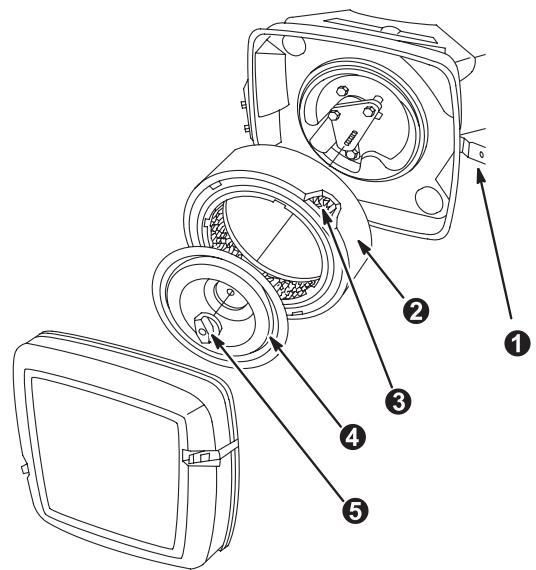

Abb. 27
3. Entfernen Sie vorsichtig die Platte Pos. 4 Abb. 27 und den Luftfilter Pos. 2 & 3, um zu vermeiden, dass Schmutz in den Vergaser eindringt.